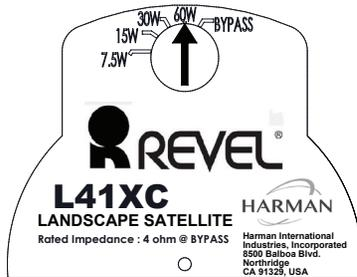

Figura 23
4. Utiliza un destornillador de cabeza plana para cambiar la derivación del transformador al nivel de potencia deseado tal como se muestra en la Figura 23.